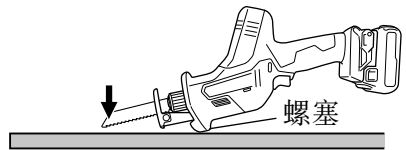

图 25
- (1) 将基座压在材料上并拉动扳机开关时，使刀刃前端远离材料。(图 25)。